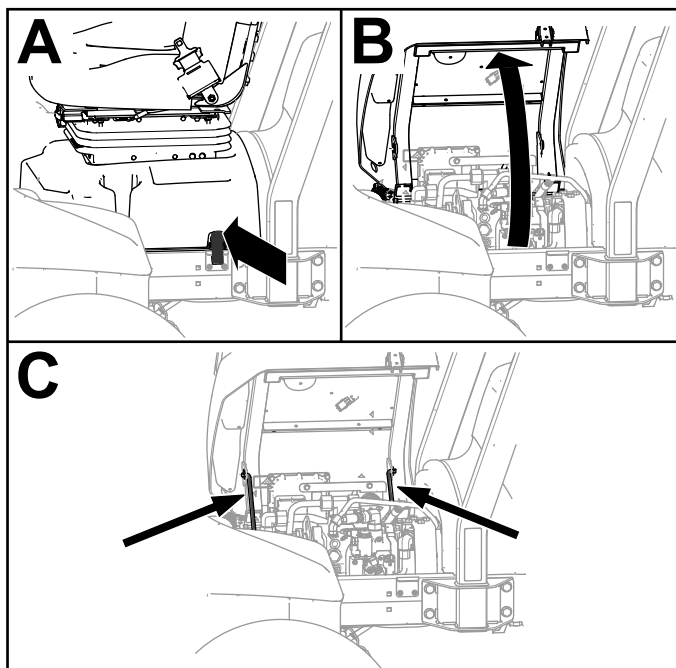

Figure 37
1. Déverrouillez le socle du siège (A de Figure 37).
2. Basculez le siège et son socle sur le côté (B de Figure 37).
3. Soutenez-les dans cette position avec les béquilles (C de Figure 37).